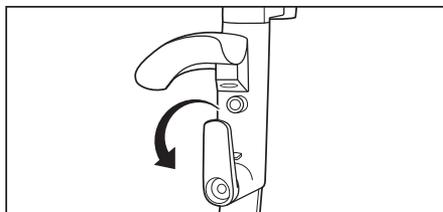
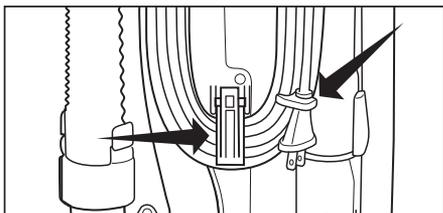

Fig. 4
Fig. 5
- Le crochet du cordon supérieur à dégagement rapide tourne pour permettre un accès rapide au cordon d'alimentation. Tournez le crochet du cordon supérieur vers le bas et vous pouvez rapidement déposer le cordon d'alimentation au sol sans en dérouler les crochets (Fig. 4).
- Lorsque vous rangez l'aspirateur, mettez le crochet du cordon supérieur à dégagement rapide en position verticale et enveloppez le cordon d'alimentation autour du crochet de rangement supérieur (Fig. 4) et du crochet inférieur à ressort (Fig. 5). Fixez la fiche au cordon enroulé à l'aide du canal se trouvant sur la fiche.